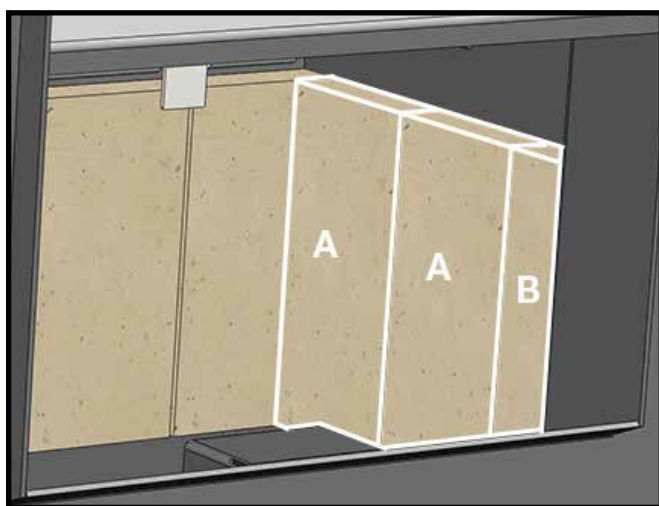

Figure 26: Briques latérales droites A et B en place
3. Contre la paroi latérale droite, placez deux briques «A» verticalement et poussez-les vers l'arrière pour les appuyer contre les briques «A» sur la paroi arrière. Puis, placez une brique «B» devant les briques «A» contre la paroi latérale de la chambre de combustion (Figure 26).